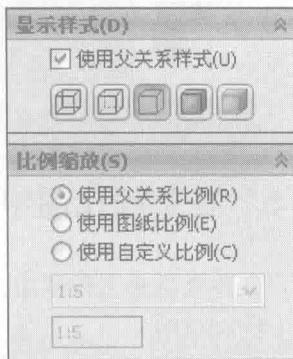

图 1-18 工程视图的父视图
- 显示样式: 新视图的显示样式可以和父视图一样, 如图 1-18 所示, 只需在【显示样式】选项组中勾选【使用父关系样式】即可。当然, 也可以更改从父视图继承而来的显示样式。